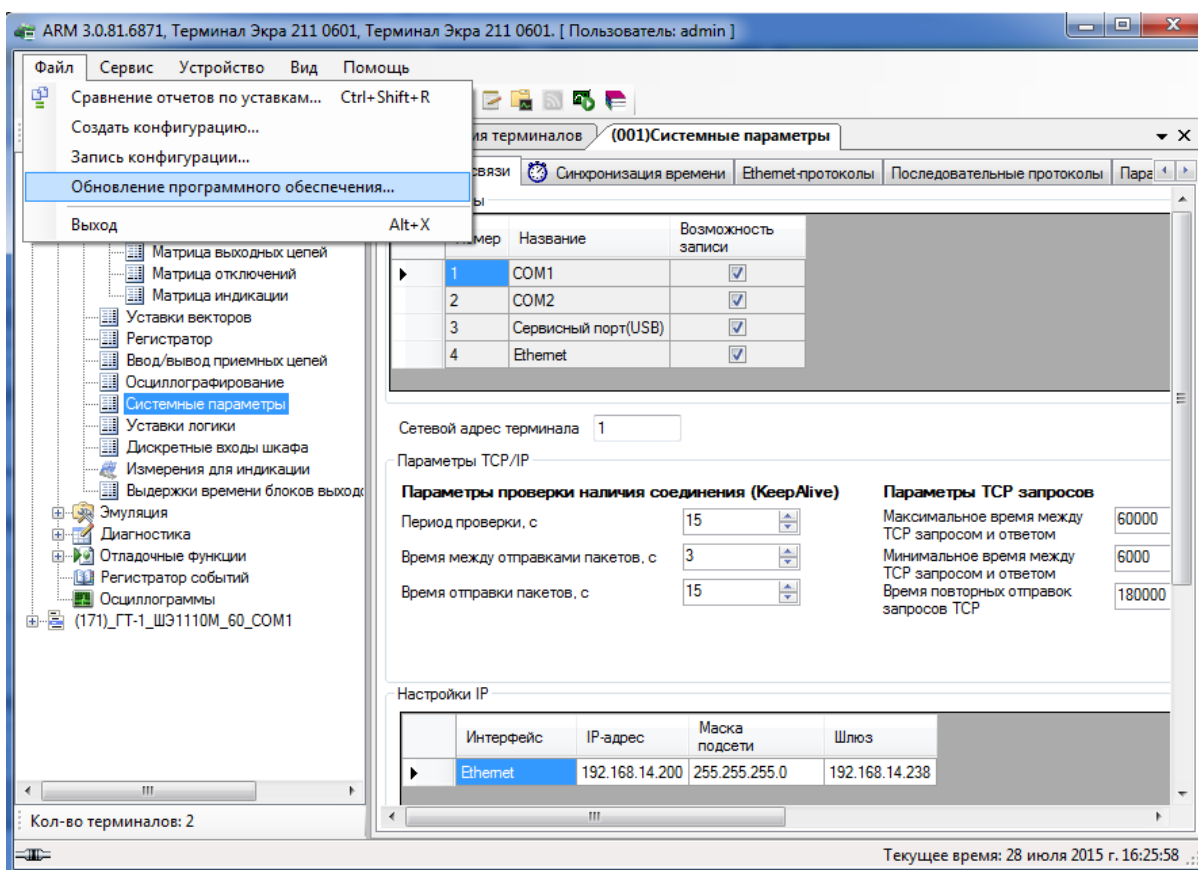
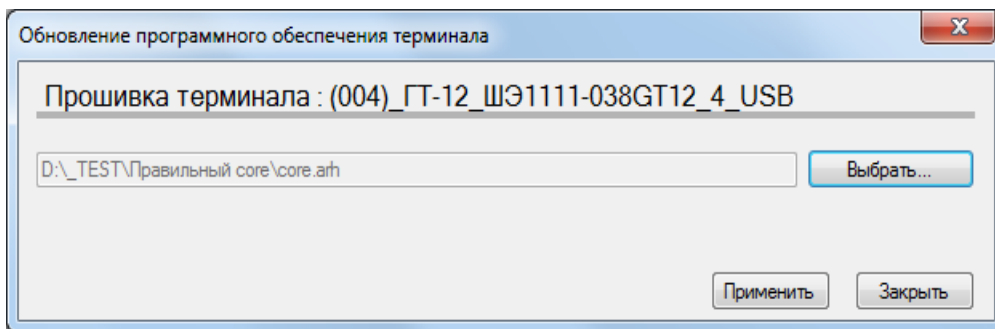

Рисунок 6.1 – Пункт главного меню **Обновление программного обеспечения...**
Рисунок 6.2 – Диалоговое окно **Обновление программного обеспечения...**
6.2.3 Замена программы осуществляется через пункт меню **Файл** → **Обновление программного обеспечения...**. При выборе этого пункта (см. рисунок 6.1) появляется диалоговое окно (см. рисунок 6.2).